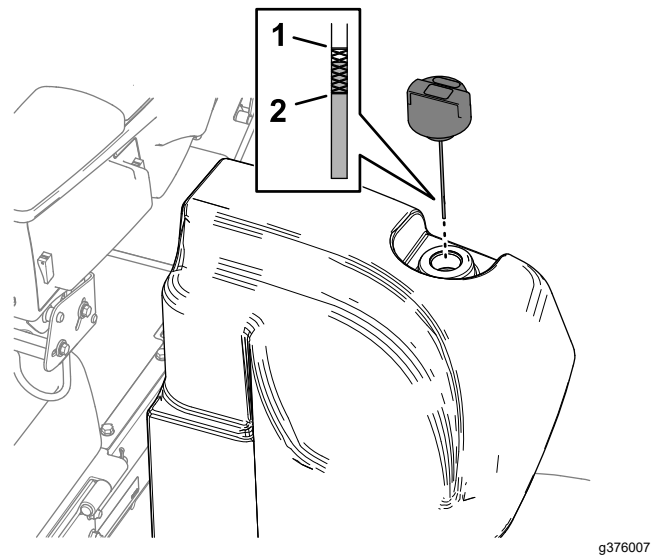

Figure 116
2. Nettoyez la surface autour du goulot et du bouchon de remplissage du réservoir hydraulique (Figure 116).